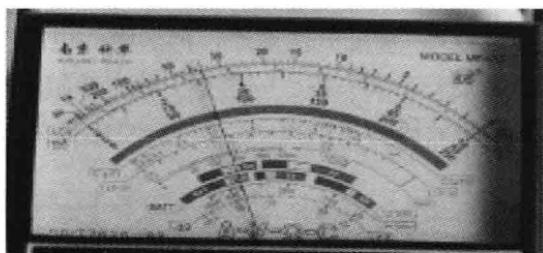

图 2-17 读三极管的放大倍数
- (3) 从 h_{FE} 刻度线上读出管子的放大倍数，如图 2-17 所示。